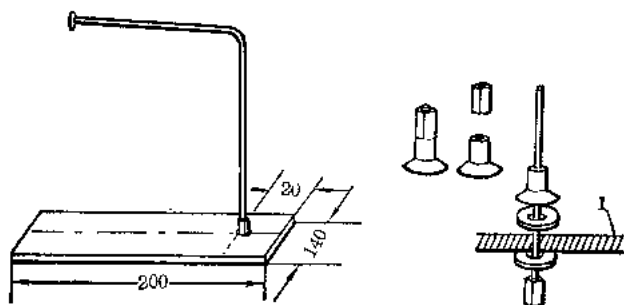

图 2
2. 把钢丝的长端固定在木板上。先在底板上用木钻钻一小孔，直径不超过 2 毫米，把弯成的架子脚（有螺纹的一端），拧上配套的一段螺帽（因螺帽过长，可一割为二），螺帽较大的一头朝下，先套一垫圈，把螺帽拧紧，使架子固定在底板上。见图 2。